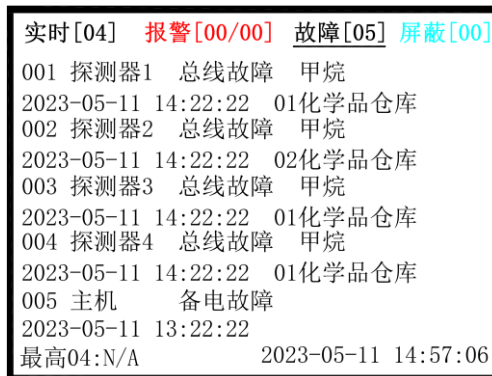

图 5-3
5.3 故障状态 当系统中有故障信息存在时，系统将发出故障声音，同时故障指示灯点亮（其他相应的故障灯随故障类型点亮），液晶显式故障信息。如图 5-3